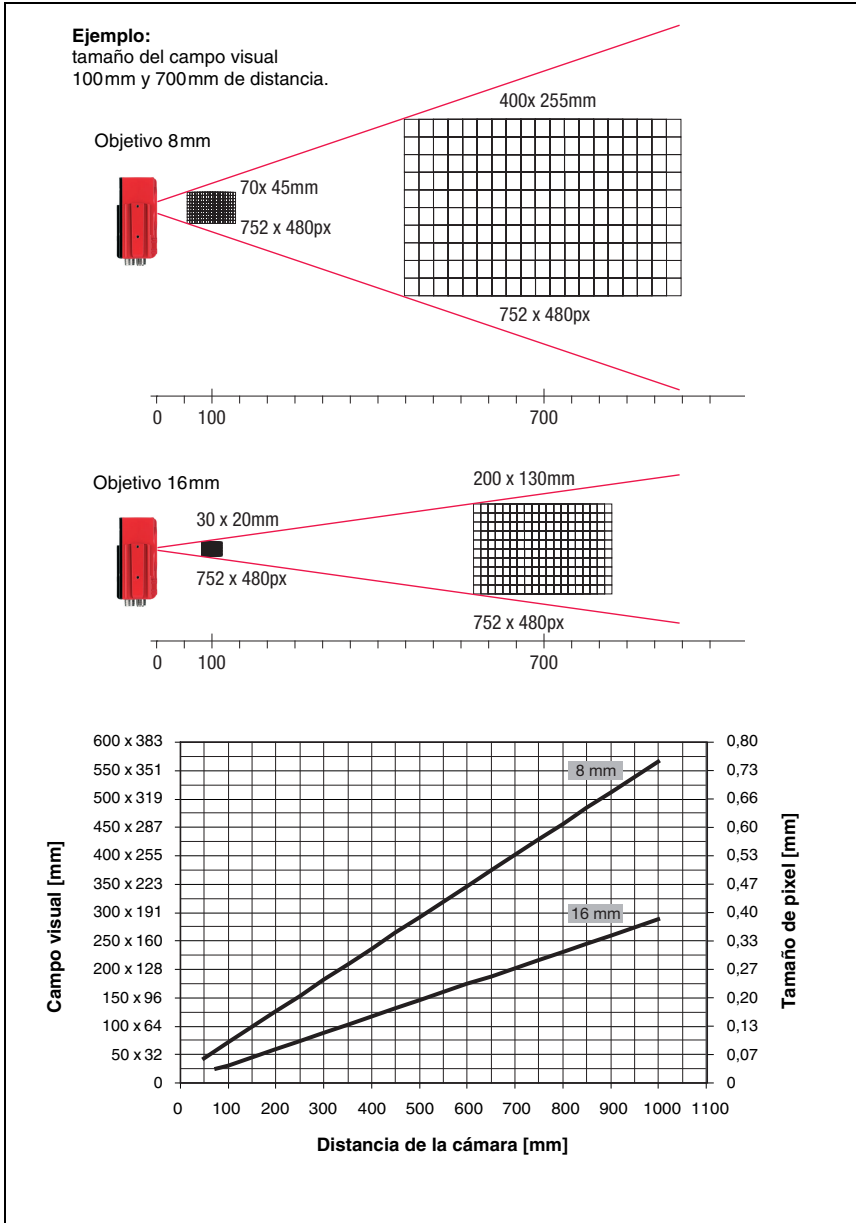
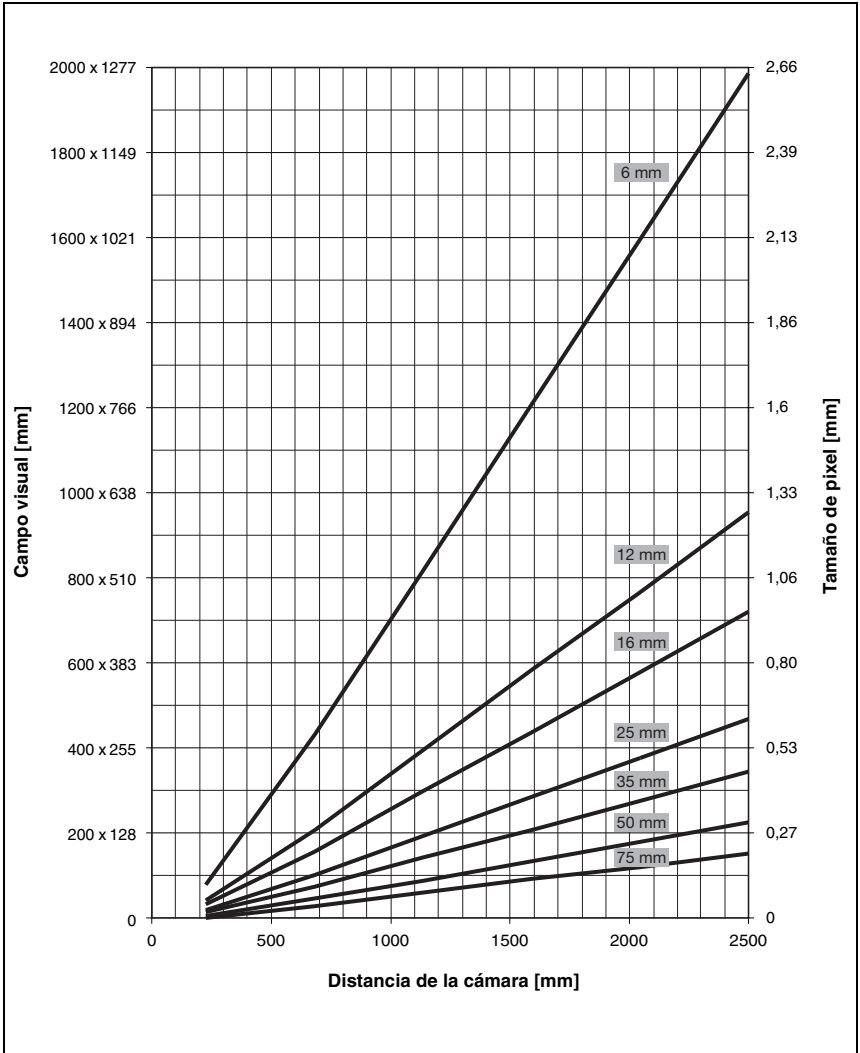

Figura 4.6: Distancia de la cámara/campo visual - Equipos estándar
Figura 4.7: Distancia de la cámara/campo visual - Variantes de equipo para objetivos intercambiables C-Mount
- La distancia de la cámara resultante del respectivo campo visual (ver figura 4.6 en la página 22 y figura 4.7 en la página 23).
En la figura 4.6 y figura 4.7 se representa la relación elemental entre la distancia de la cámara y el campo visual resultante para las variantes de equipo C-Mount.
En el diagrama en la figura 4.6 se muestra la dependencia entre la distancia de la cámara (= trayecto desde el borde delantero de la cámara hasta el objeto) y el campo visual para equipos estándar con 8 mm y 16 mm de distancia focal. En la figura 4.7 se representa esta relación para las variantes de equipo C-Mount.